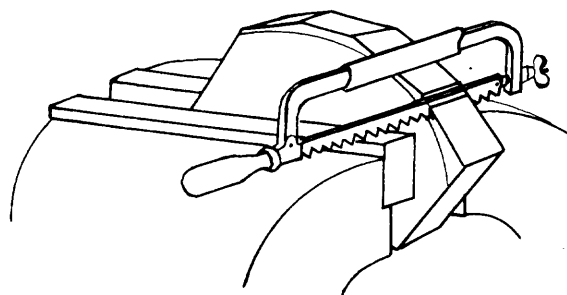

Fig. 5
- 3º Paso *Corte el material sobrante (figs. 5, 6 y 7).*